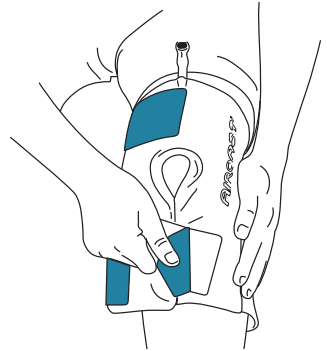

Figura 2
| 2. Aplique siempre Cryo/Cuff VACÍO (Figura 2) | 17 |
2. Aplique siempre Cryo/Cuff VACÍO (Figura 2)